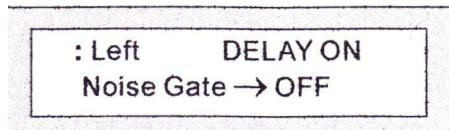

рис. 10
7. Press кнопка NOISE GATE, чтобы войти в шумовое подменю ON/OFF порог, выберите **ВКЛ** или **ВЫКЛ** статуса через «-» и «+» кнопки как рис. 10.